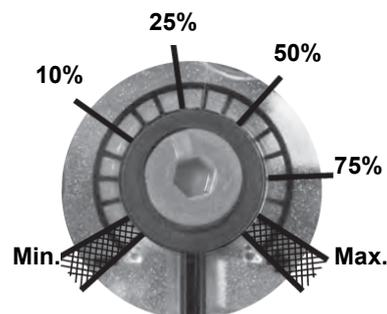
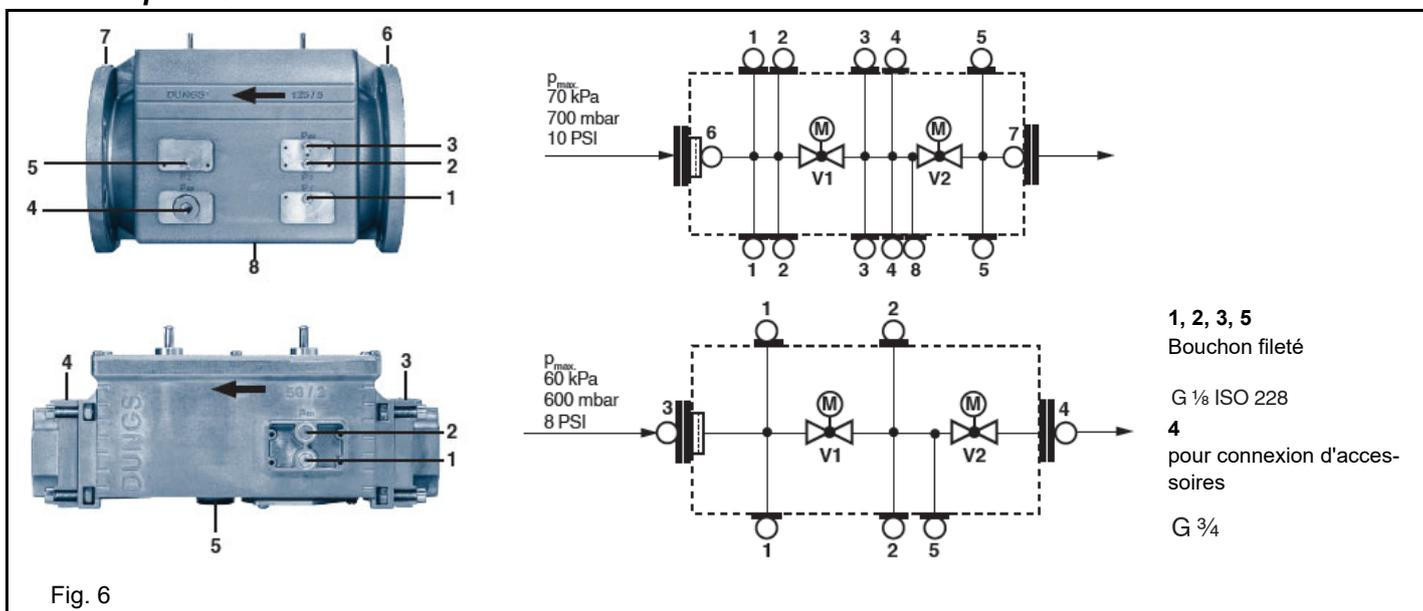

Fig. 5
Fig. 6
AVERTISSEMENT : Pour régler la pression de sortie du régulateur VD-R, agir sur la bague de réglage (Fig. 5). La position de l'indicateur dans la bague indique la valeur de la pression de sortie calculée en pourcentage de la pleine échelle du capteur PS (Fig. 6).
3. Serrer VD avec 2 vis M5 chacun, max. 5 Nm/44 in.lb, fig. 5/6.